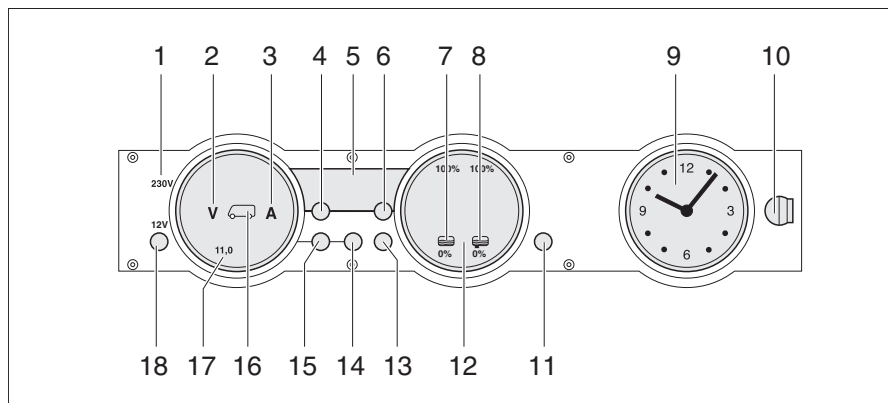

Fig. 245 Pannello di controllo MP 20-T
La spia di controllo 230 V (Fig. 245,1) si accende quando all'ingresso della centralina elettrica è presente una tensione di rete.
L'interruttore principale 12 V (Fig. 245,18) inserisce o disinserisce il pannello di controllo e l'alimentazione a 12 V dell'abitacolo.
- Premere brevemente il tasto "12 V" (Fig. 245,18). L'alimentazione a 12 V dell'abitacolo è inserita. L'indicatore di controllo "12 V" si accende.
- ▷ Se dopo l'accensione il LED "11,0" dell'indicatore dei volt e il simbolo dei Volt "V" (Fig. 245,2) lampeggiano nell'indicatore delle batterie (Fig. 245,17), la tensione della batteria dell'abitacolo è insufficiente. Caricare la batteria.
- ▷ Se dopo l'accensione l'indicatore di controllo "12 V", il simbolo della batteria dell'abitacolo (Fig. 245,16) e il simbolo dei Volt "V" (Fig. 245,2) lampeggiano per tre volte, significa che la separazione della batteria è attivata. Disattivare la separazione della batteria.
- Premere brevemente il tasto "12 V" (Fig. 245,18). L'alimentazione a 12 V dell'abitacolo è disinserita. L'indicatore di controllo "12 V" si spegne.
- Premere il tasto della batteria dell'abitacolo (Fig. 245,14) e tenerlo premuto per circa 10 secondi. Il simbolo dei Volt "V" (Fig. 245,2) e il simbolo degli Ampere "A" (Fig. 245,3) lampeggiano tre volte. La batteria dell'abitacolo è separata dalla rete di bordo a 12 V.
- Premere il tasto "12 V" (Fig. 245,18) e tenerlo premuto per 5 secondi. Il simbolo dei Volt "V" (Fig. 245,2) lampeggia tre volte. La batteria dell'abitacolo è collegata alla rete di bordo a 12 V. L'indicatore di controllo si accende dopo circa 2 secondi.
- Premere il tasto della batteria dell'abitacolo "🔋" (Fig. 245,14). Il simbolo dei Volt "V" (Fig. 245,2) si accende. Il simbolo degli Ampere "A" si accende con luce bianca o rossa a seconda del livello di carica o scarica delle batterie. La tensione della batteria e la corrente della batteria dell'abitacolo sono indicate dai LED sul pannello di controllo.
- Premere il tasto della batteria di avviamento "🔋" (Fig. 245,15). Il simbolo dei Volt "V" (Fig. 245,2) si accende. La tensione della batteria della batteria di avviamento viene indicata attraverso i LED nell'indicatore.
- Premere il tasto dei serbatoi  (Fig. 245,13). I simboli del serbatoio dell'acqua  (Fig. 245,7) e del serbatoio delle acque grigie  (Fig. 245,8) si accendono. I livelli di riempimento del serbatoio dell'acqua (scala a sinistra) e del serbatoio delle acque grigie (scala a destra) vengono visualizzati mediante i LED nell'indicatore.
Il simbolo Volt "V" (Fig. 245,2) e il LED "11,0" iniziano a lampeggiare non appena la tensione della batteria scende al di sotto di 11 V (misurazione durante il normale esercizio) con conseguente rischio che la batteria si scarichi totalmente.
Il simbolo del serbatoio dell'acqua "☰" (Fig. 245,7) o il simbolo del serbatoio delle acque grigie "☷" (Fig. 245,8) lampeggia se il serbatoio dell'acqua è vuoto o il serbatoio delle acque grigie è pieno.
Attraverso l'indicazione digitale (Fig. 245,5) è possibile visualizzare la temperatura interna e la temperatura esterna.
- Premere il tasto della temperatura interna "☷" (Fig. 245,4). Viene indicata la temperatura interna.